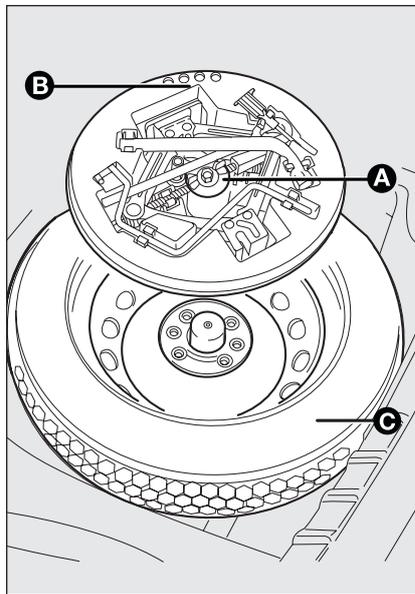

fig. 10
- dévisser le dispositif de blocage **A-fig. 10** ;